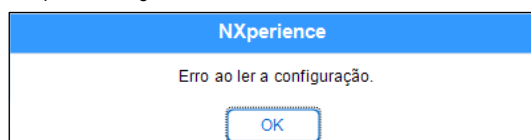

Fig. 53 – Erro ao ler a configuração
- Caso o **NXperience** apresente erro durante a leitura da configuração, como exibido na Fig. 53, e o display do dispositivo estiver apagado, deve-se tentar o procedimento descrito no passo a seguir.